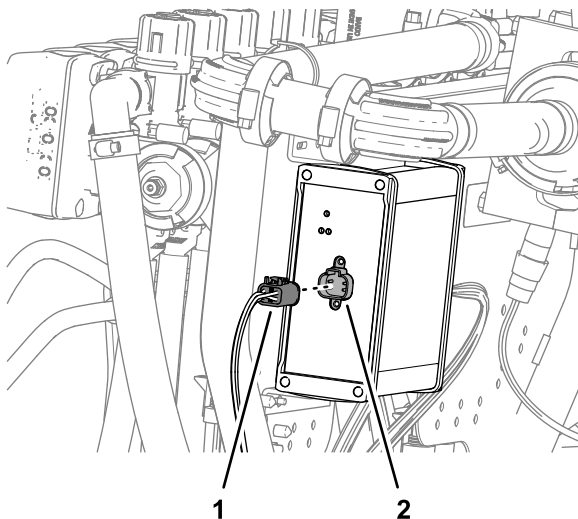

Bild 134
4. Stecken Sie den 4-Buchsen-Stecker, der mit TO ASC 10 beschriftet ist, in den 4-Stift-Stecker des ASC 10 Sprühsteuergeräts (Bild 134).